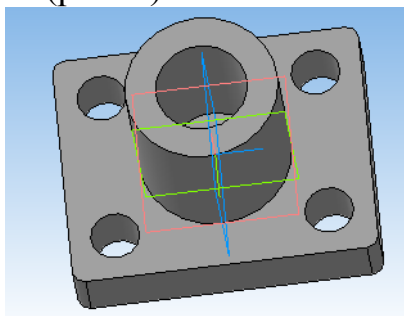

Рис. 1
8. Установить точность размерных надписей – число знаков после запятой 0. Выполнить изображения размеров (рис.1).
**Задание 1.** Выполнить трехмерную модель детали с использованием массива элементов по сетке. (рис. 1)